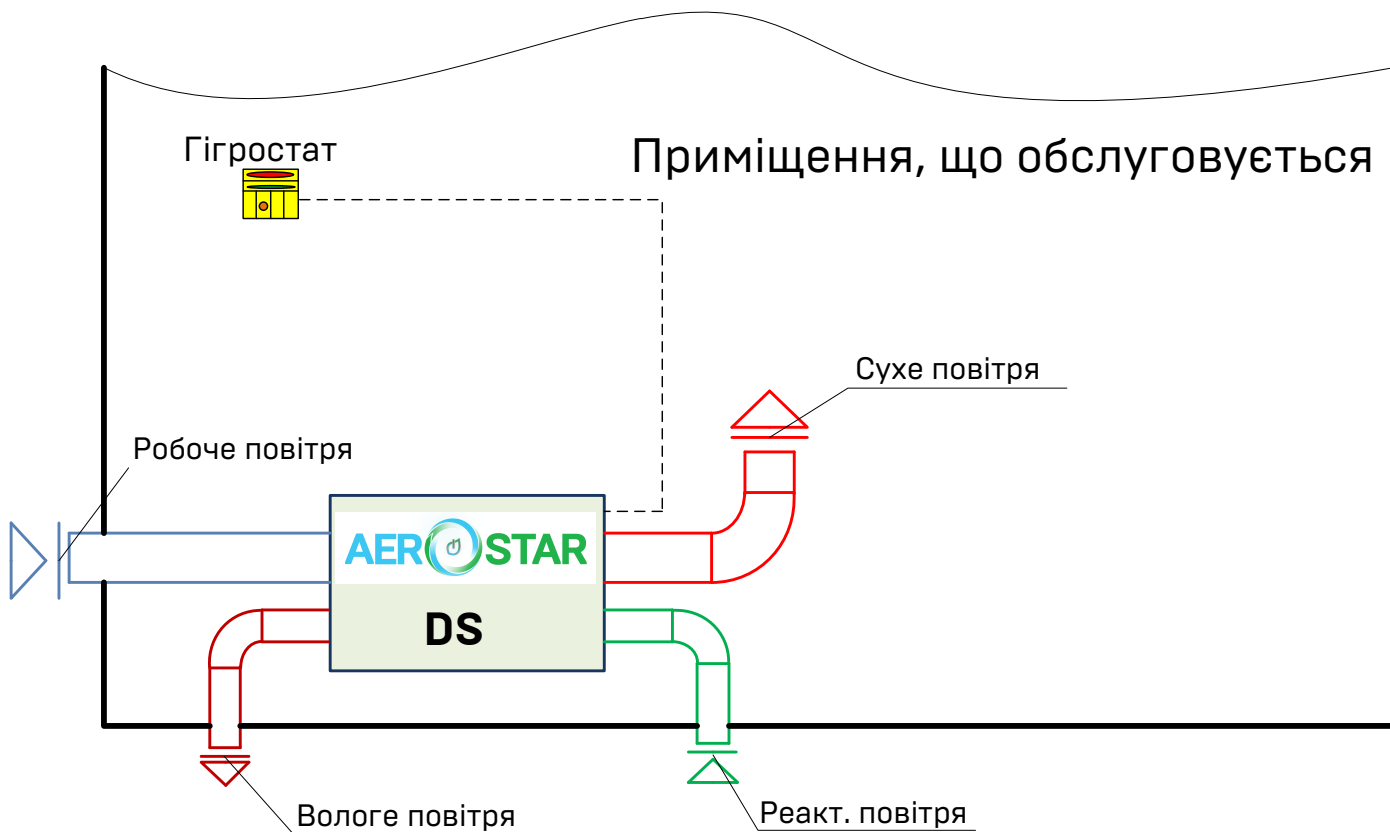

Рисунок 4.3 – Робота осушувача за «відкритою» схемою (внутрішнє виконання)
- ✓ робота осушувача за «відкритою» схемою (внутрішнє виконання) – див. рисунок 4.3;
На рисунку 4.4 – зовнішня установка осушувача під час роботи як подачі свіжого повітря. Відрізняється від третього варіанту (див. рисунок 4.3) тільки місцем установки осушувача.